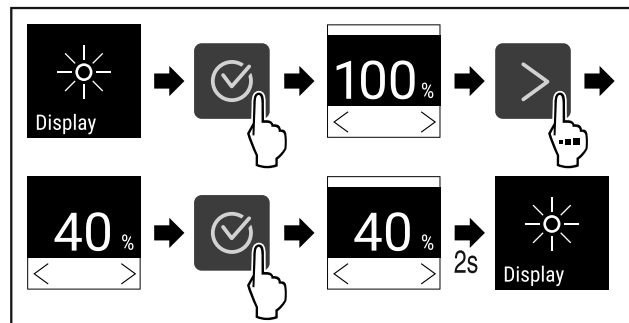

Fig. 102
- ▶ Εκτελέστε τα βήματα ενεργειών (βλέπε Fig. 102).